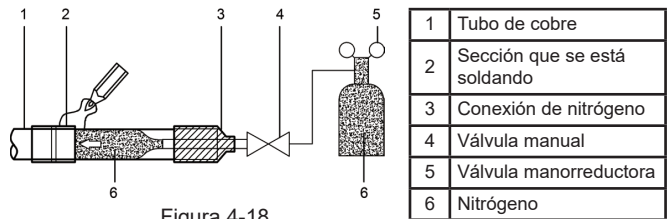

Figura 4-18
- Cuando los tubos se llenen de nitrógeno durante la soldadura, el nitrógeno deberá reducirse a 0,02 MPa utilizando la válvula de descarga de presión. Consulte la Figura 4-18.